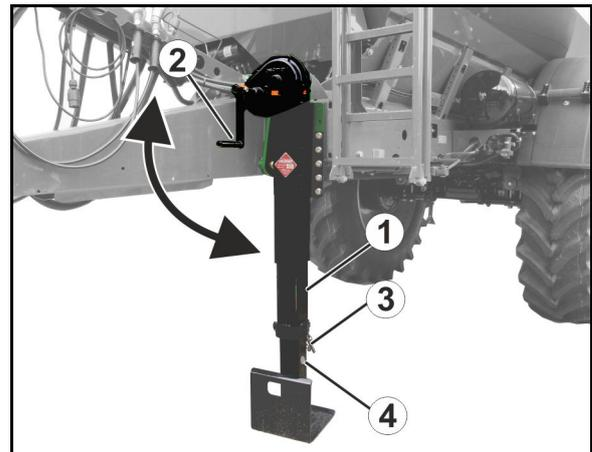

Fig. 42
1. Stützfuß (Fig. 42/1) über Handkurbel (Fig. 42/2) bis zum Anschlag hoch kurbeln.
2. Bolzen (Fig. 42/3) aus Stützfuß ziehen.
4. Bolzen in unterer Bohrung (Fig. 42/4) abstecken und sichern.
1. Stützfuß-Innenteil festhalten und Bolzen (Fig. 42/3) aus Stützfuß ziehen.
4. Stützfuß (Fig. 42/1) über Handkurbel (Fig. 42/2) bis zum Anschlag herunter kurbeln bis das Zugmaul entlastet ist.